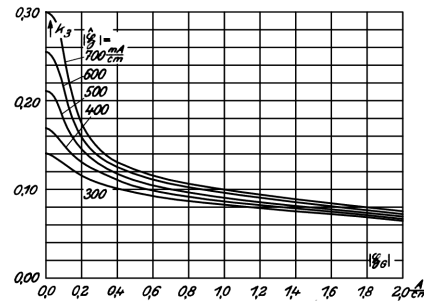

Bild 3. Klirrfaktor von vormagnetisiertem Dynamoblech IV als Verhältnis der Spannungen der dreifachen Frequenz zur Grundfrequenz bei 50 Hz.
mit Frequenzen von 300...3000 Hz gemessenen Kurven zeigen, wobei sich das Maximum stärker ausbildet. Unterlagert man dem Wechselstrom ein Gleichfeld, so wird der Induktionsverlauf unsymmetrisch. Es tritt dann neben der dreifachen Frequenz auch die doppelte Frequenz auf. Den Klirrfaktor als Verhältnis der Spannung der doppelten Frequenz zur Spannung der Grundfrequenz bei 50 Hz zeigt Bild 2, während in Bild 3 das entsprechende Verhältnis der dreifachen Frequenz bei 50 Hz dargestellt ist.
1. Die Abmessungen  $r$  und  $s$  des Blechschnittes sowie der Querschnitt  $a \times b$  des geschachtelten Eisenkernes (siehe Bild 3);